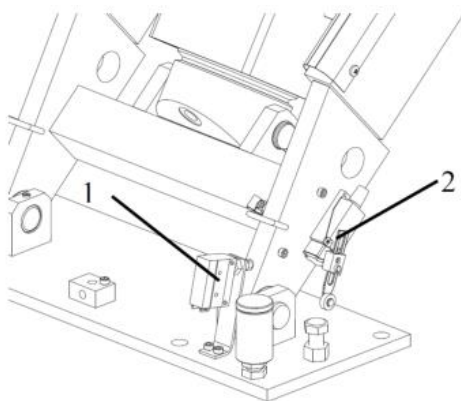

Fig. 32
6.10 Instalarea întrerupătoarelor de limită (Fig. 32).
- Montați întrerupătorul de limită (1) în poziția sa și setați-l cu șuruburile incluse, astfel încât să fie activat în această poziție.
- Instalați întrerupătorul de limită (2) și setați-l astfel încât să fie activat în această poziție.